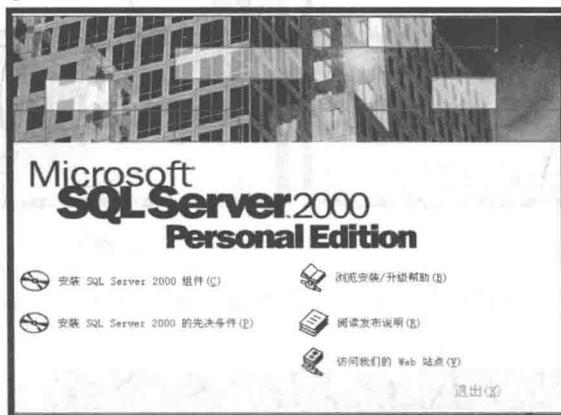

图 1-2 安装组件
(3) 选择“安装 SQL Server 2000 组件”，如图 1-2 所示。